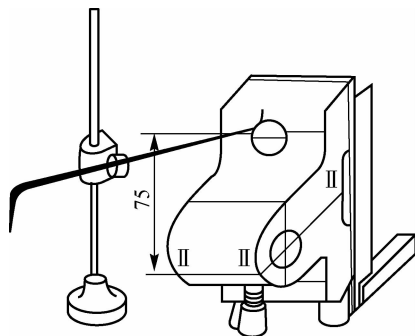

图 1-24 划大孔的垂直中心线及螺钉孔中心线
②转 90°,用直角尺找正。划大孔的垂直中心线及螺钉孔中心线,如图 1-24 所示。